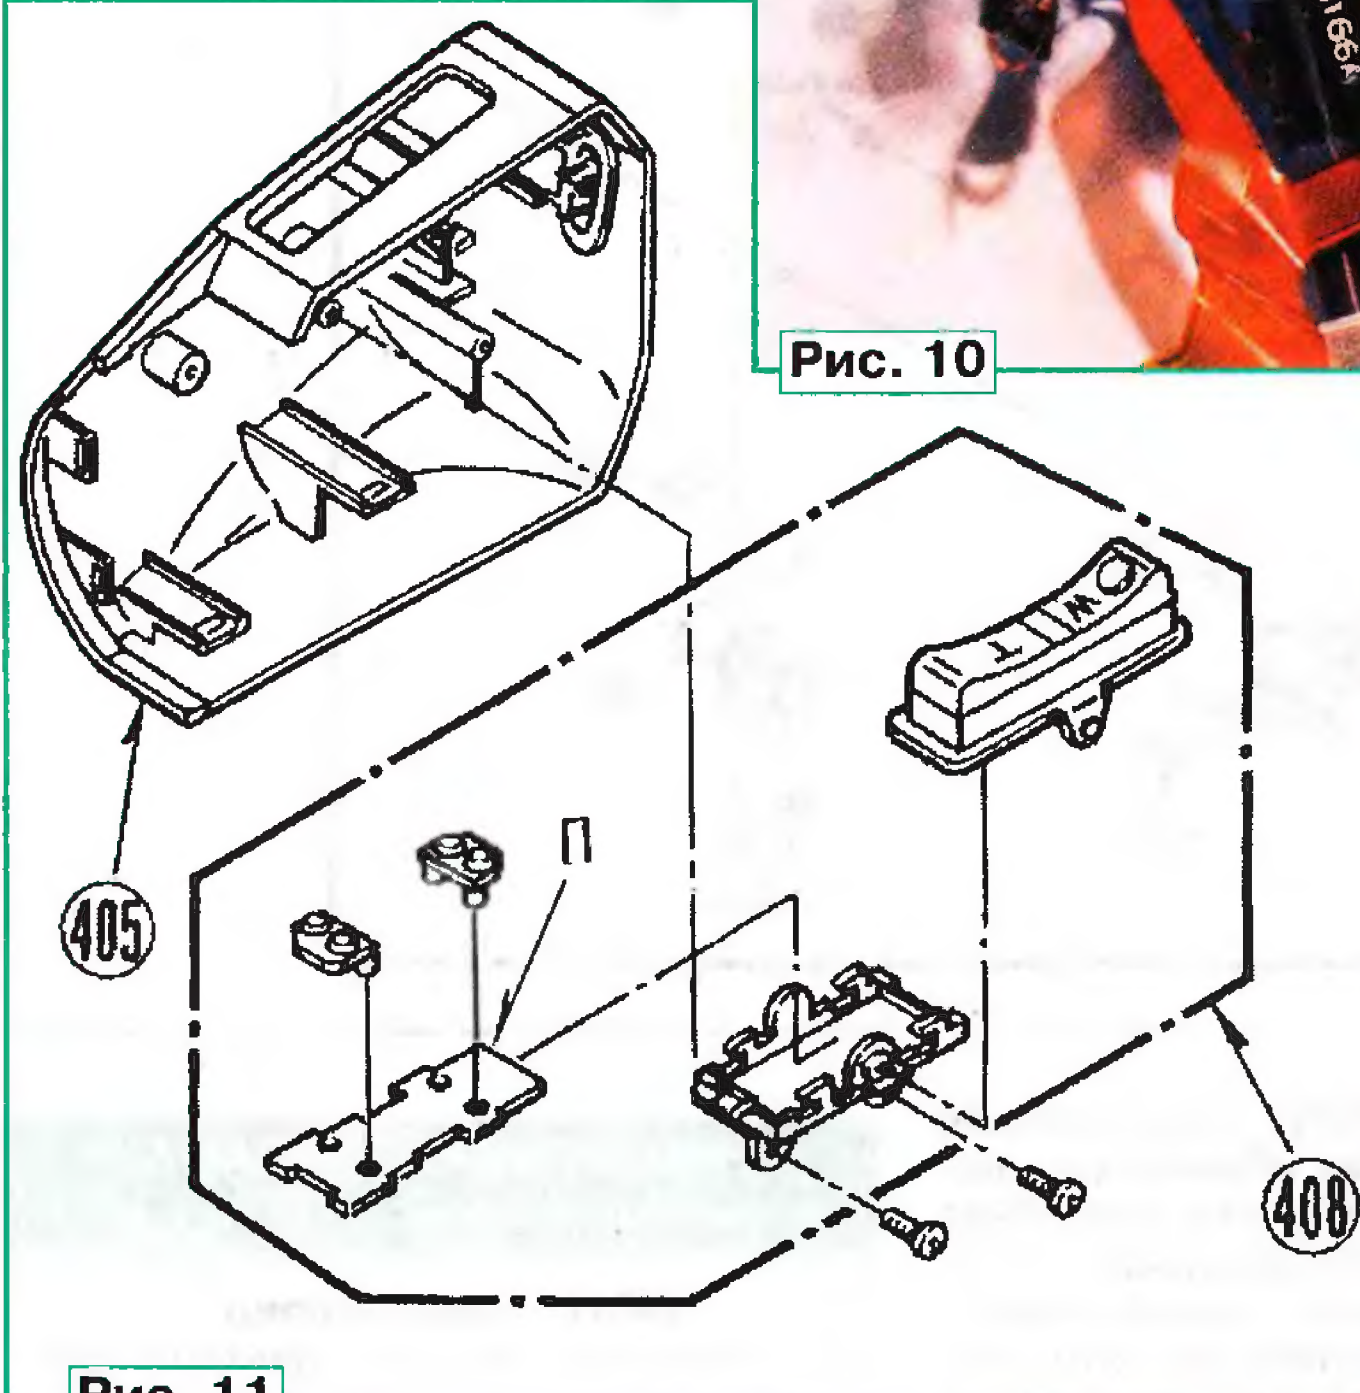

Рис. 11
Иногда причиной отказа трансфокатора бывает поломка пластины, находящейся под тангентой трансфокатора W/T (WIDE — удаление объекта съёмки, TELE — приближение). На **рис. 11** представлен фрагмент сборочного чертежа видеокамер NV-MS4/M9000/M9900, на котором отмечены рукоятка оператора 405 — Part No — VYK4795, GRIP CASE (1) U. —, узел тангенты трансфокатора W/T 408 — Part No — VXU1120, ZOOM BUTTON (1) U. — и пластина трансфокатора П, не имеющая отдельного Part No. Пластина изготовлена из